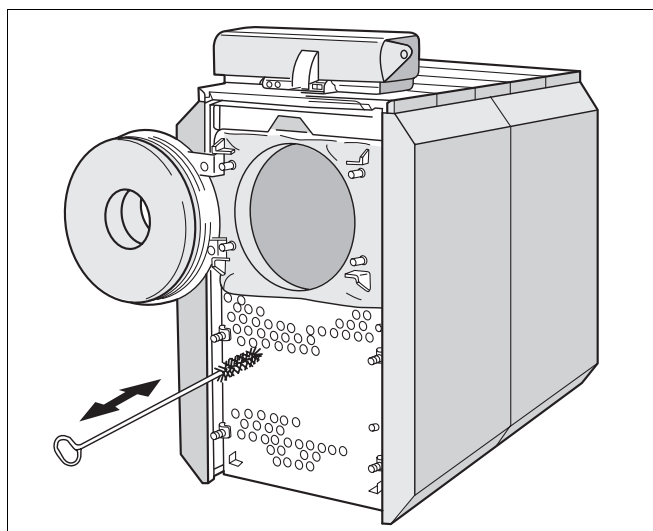

Fig. 27 Gennembørstning af hedeflader
- Børst hedefladerne igennem (fig. 27).